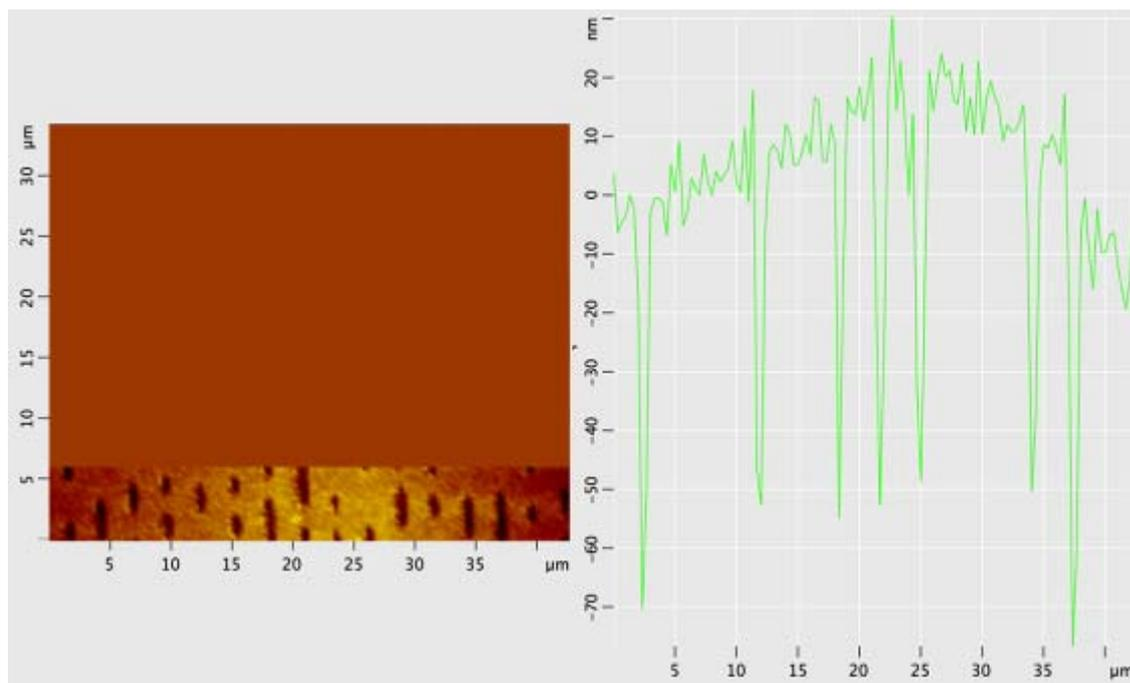

Рис. 4-16
– деление области измерений на две расположенных горизонтально части (Рис. 4-16). В левой части происходит отображение сканируемой поверхности, в правой – построчное отображение измеряемого сигнала;